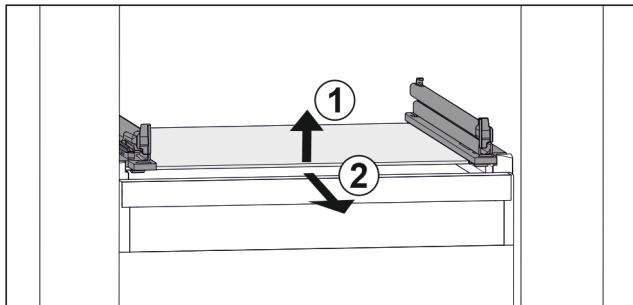

Fig. 97 Приближене відображення скляної пластини
- Підняти скляну пластину спереду. Fig. 97 (1)
- Вийняти скляну пластину рухом вперед. Fig. 97 (2)